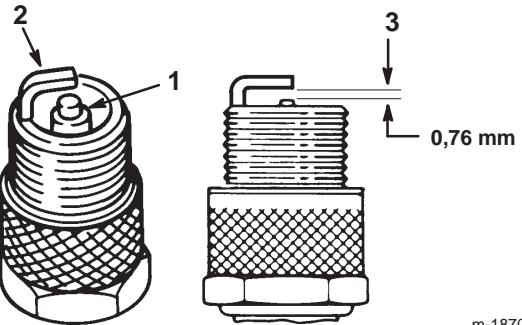

Figure 30
1. Inspectez le centre de la bougie (Fig. 30). Si le bec de l'isolateur est recouvert d'un léger dépôt gris ou brun, le moteur fonctionne correctement. S'il est couvert d'un dépôt noir, c'est généralement signe que le filtre à air est engraissé.
2. Contrôlez l'écartement entre les électrodes centrale et latérale (Fig. 30) et pliez l'électrode latérale si l'écartement est incorrect.